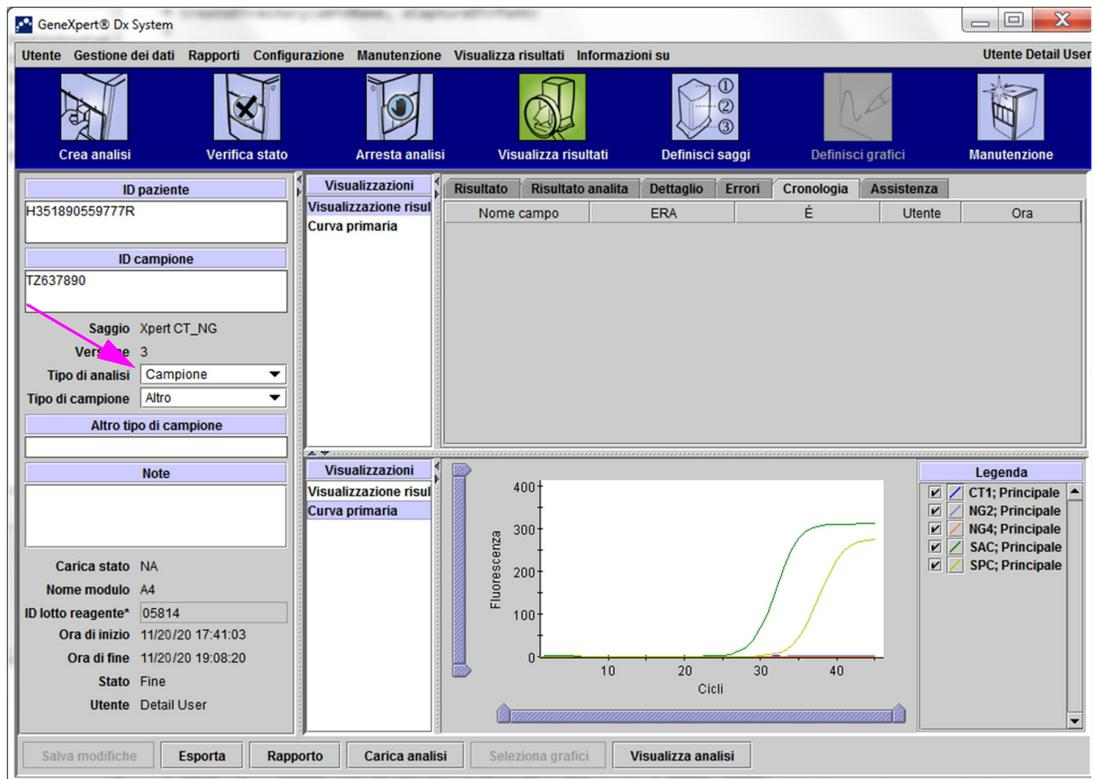
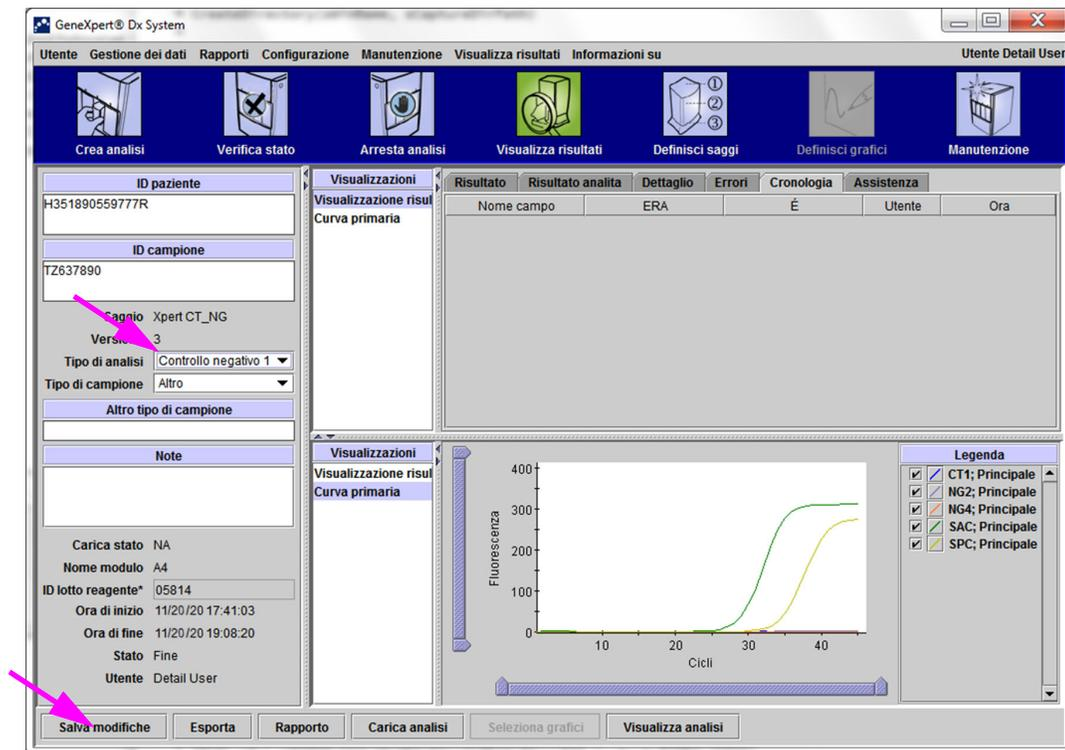

Figura 5-49. Finestra GeneXpert Dx—Visualizza risultati, scheda Cronologia selezionata
Figura 5-50. Finestra GeneXpert Dx—Visualizza risultati, Tipo di analisi modificato
3. Modificare il Tipo di analisi in Controllo negativo, come illustrato nella Figura 5-49.
- Fare clic sul pulsante **Salva modifiche**, ubicato in fondo alla finestra Visualizza risultati (vedere la Figura 5-49). Verrà visualizzata la finestra di dialogo Salva analisi. Vedere la Figura 5-50.